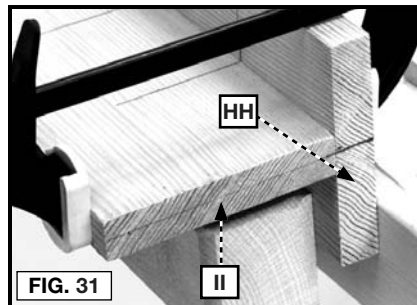

FIG. 31
3. Marquez la ligne centrale du joint sur l'ouvrage (HH) (voir Fig. 31).
10. Répétez les étapes 5 à 8 jusqu'à ce que toutes les rainures de l'ouvrage (HH) soient terminées.
11. Suivez les étapes 3 à 10 de la section **Jointes d'angle** pour terminer les rainures nécessaires dans l'ouvrage (II) Fig. 31.